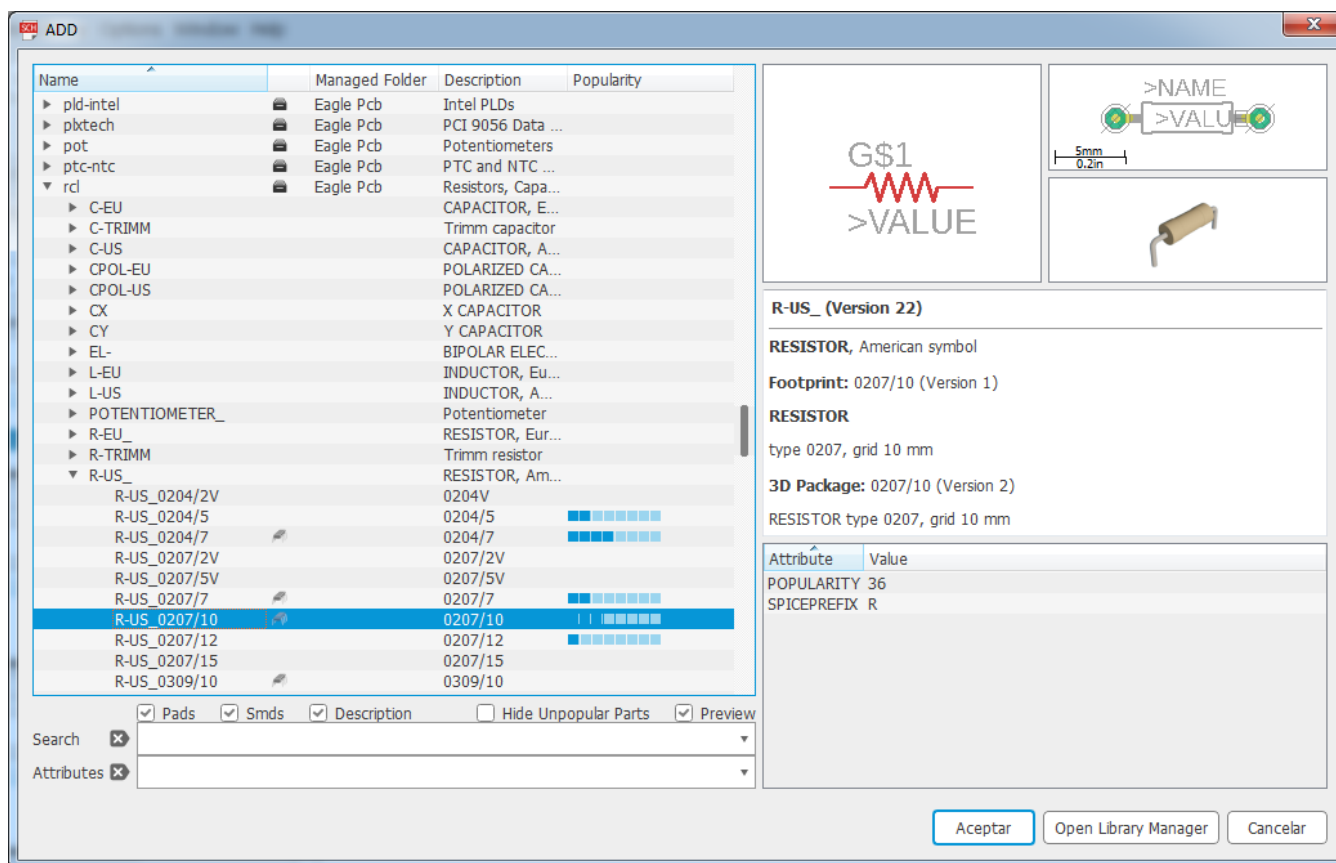

Figura 6: Ventana ADD, selección de los componentes que se incorporarán a la tarjeta de circuito impreso.
- Dentro de la ventana ADD (ver figura 6), dé clic izquierdo en: **rel >> R-US >> R-US_0207/10**, luego dé clic en el botón **Aceptar**.